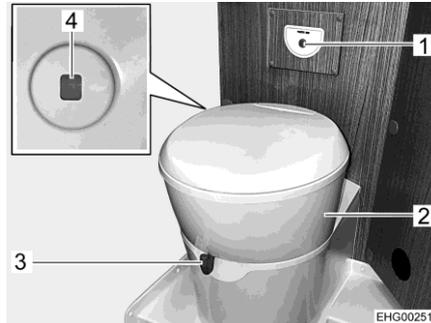

Fig. 147 Toilette
La tazza del WC può essere orientata nella posizione desiderata. A tale scopo, prendere con entrambe le mani la parte superiore (Fig. 147,2) della toilette e ruotare.
La centralina di controllo con il pulsante dello sciacquone (Fig. 147,1) è posizionata vicino alla tazza del WC.
- Prima di tirare l'acqua, aprire il cursore della toilette. A tal fine girare la leva del cursore (Fig. 147,3) in senso antiorario.
- Per sciacquare premere il pulsante blu (Fig. 147,1).
Il colore dell'indicatore di livello (Fig. 147,4) passa da verde a rosso quando è necessario svuotare il serbatoio fecale.